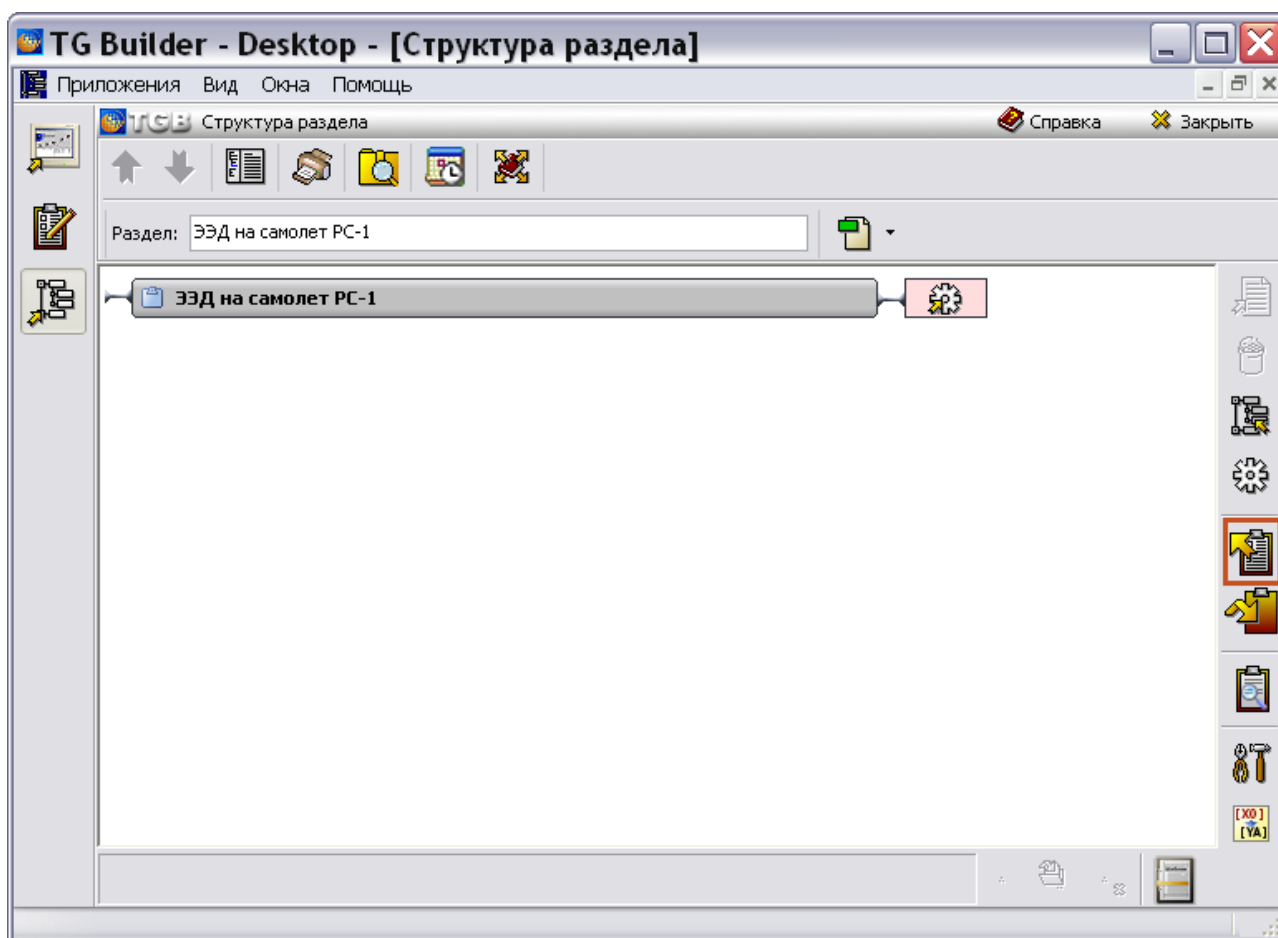

Рис. 21.23
Разработанная электронная документация хранится в базе данных в форматах SGML и XML. Для её представления конечному пользователю необходимо преобразовать информацию из базы данных в доступный пользователю формат. Экспорт осуществляется из окна **Структура раздела** (Рис. 21.23).
1. В диалоговом окне **Структура раздела** выделите проект (Рис. 21.23).
2. В правой части окна выберите инструмент **Экспорт**  (Рис. 21.23).